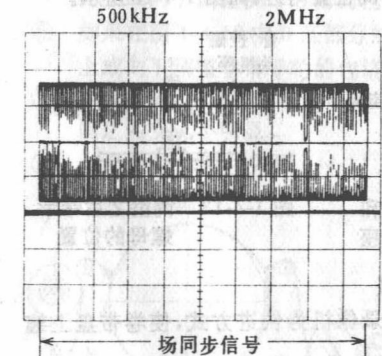

图 2-2-4 输入扫描信号
- 联接示波器到 TP103,用 TP103 的信号作为示波器的触发信号。调节示波器使示波器显示出大于 1 场(场同步)期间的波形(图 2-2-4)。